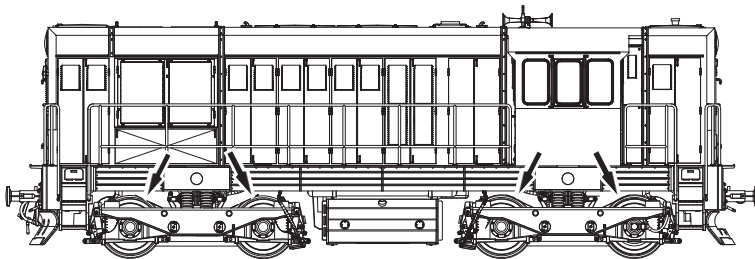

Fig.7
**Schleiferwechsel:** siehe Fig. 7
**A.C. pick up:** see fig. 7